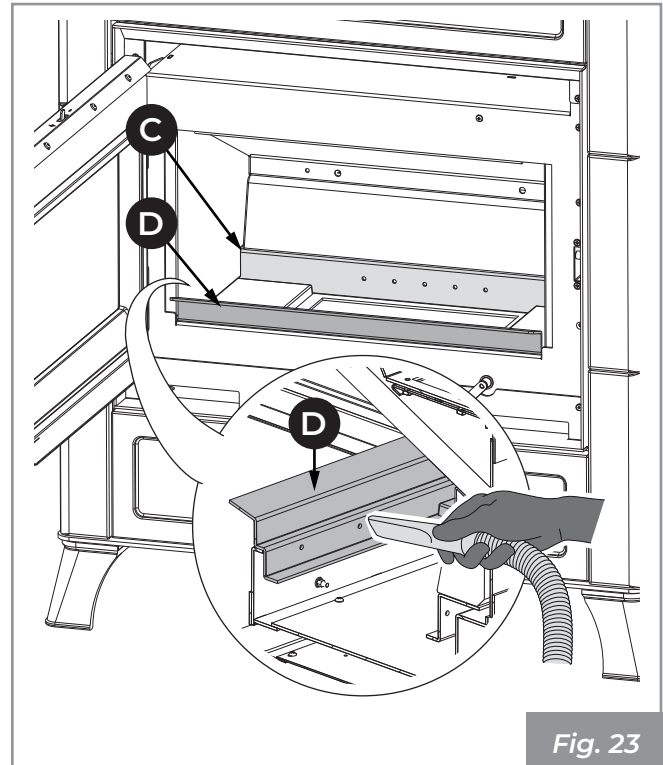

Fig. 23
- 3) Aspirar los orificios traseros (C) y delanteros (D - donde esté previsto) del distribuidor de aire comburente con el fin de evitar eventuales acumulaciones de cenizas (Fig. 23).